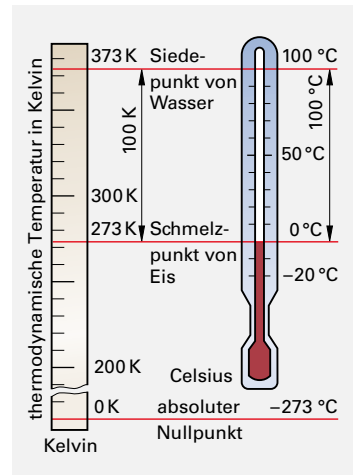

Bild 3: Temperaturskalen
Die Temperatur beschreibt den Wärmezustand von Körpern, Flüssigkeiten oder Gasen. Das **Kelvin (K)** ist der 273,15te Teil der Temperaturdifferenz zwischen dem absoluten Nullpunkt und dem Gefrierpunkt des Wassers (**Bild 3**). Die gebräuchlichste Einheit der Temperatur ist das **Grad Celsius (°C)**. Der Gefrierpunkt des Wassers entspricht 0°C , der Siedepunkt des Wassers 100°C .